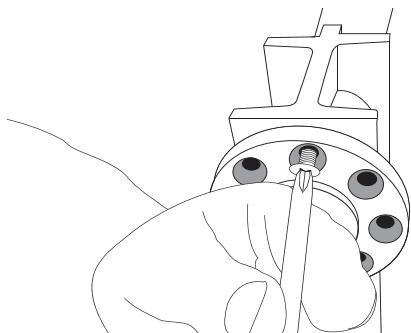

FIGURE 5
1. Destornille y remueva los tornillos de ajuste de la placa (Fig. 5).